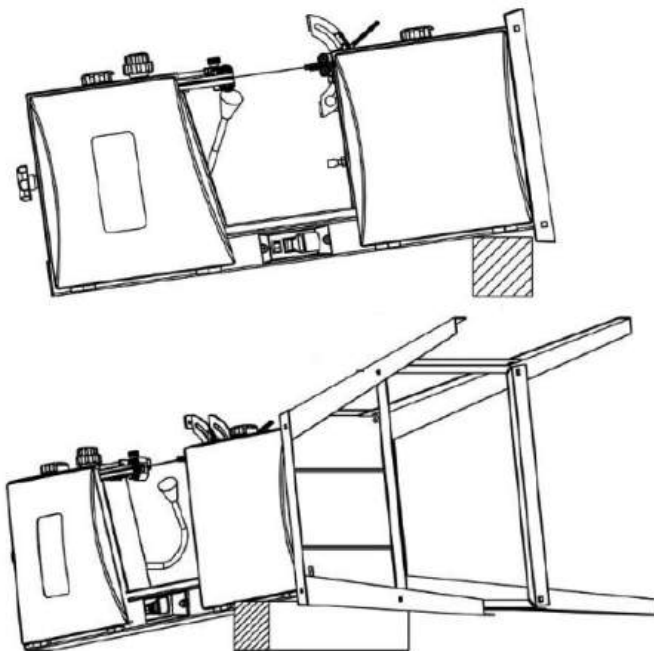

Рис. 6
- Положите станок на раму, предварительно подложив под раму деревянный брус со стороны основания, и прикрепите станину к основанию станка используя четыре болта М6\*40 с гайками, четыре пружинных и восемь плоских шайб (рис. 6).